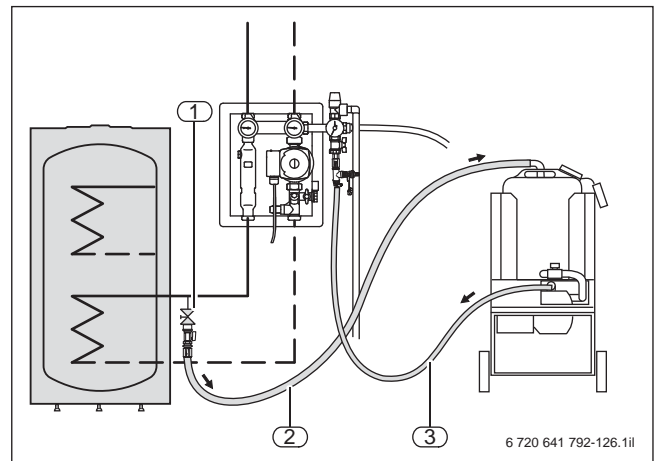

Bild 142 Spülen eines Standardsystems mit einem Speicher Logalux SM, SMS, SMH, P750 S oder PNR(Z)
- ▶ In der Rohrleitung zum Wärmetauscher in der Nähe des Speichers bauseits ein Füll- und Entleerhahn installieren (→ Bild 142).